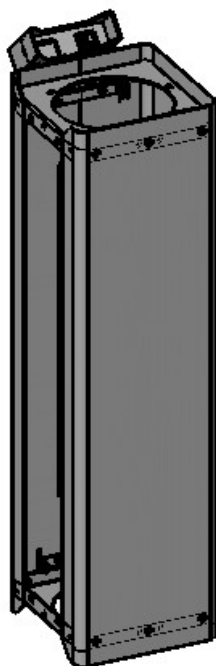

Рисунок 14
10.1 Снимаем пластиковый диспенсер крышек (см. рис.14).